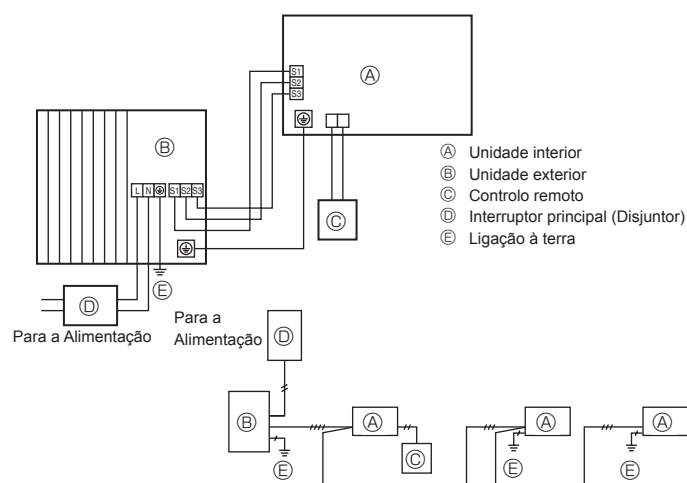
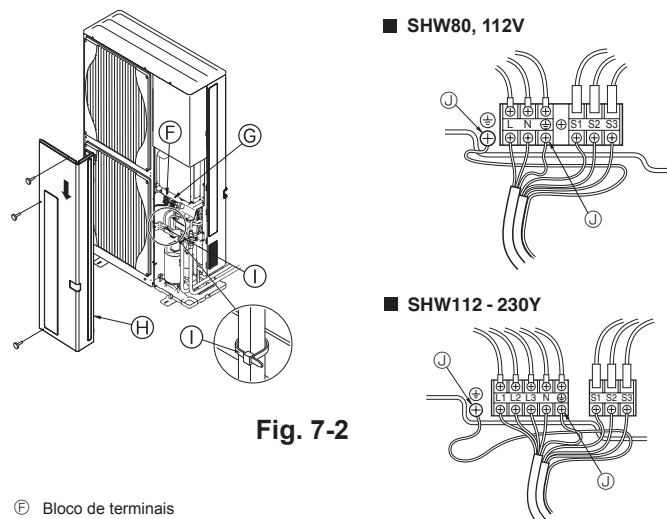

Fig. 7-1
Fig. 7-2
7.1. Unidade exterior (Fig. 7-1, Fig. 7-2)
- ① Remova o painel de manutenção.
- ② Ligue os cabos consultando a Fig. 7-1 e a Fig. 7-2.